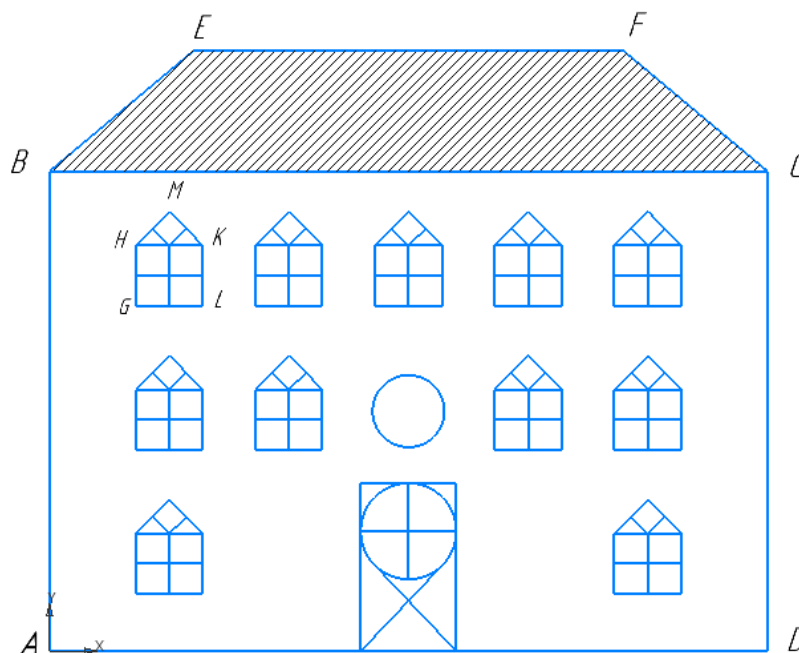

Рисунок 12
2.1. Построить сплошной основной линией прямоугольник ABCD (рис.12), при этом $A(100,50)$, $B(100,250)$, $C(400,250)$, $D(400,50)$. Координаты определены в абсолютной системе координат. Для построения последовательности отрезков используется команда **Ломаная**.